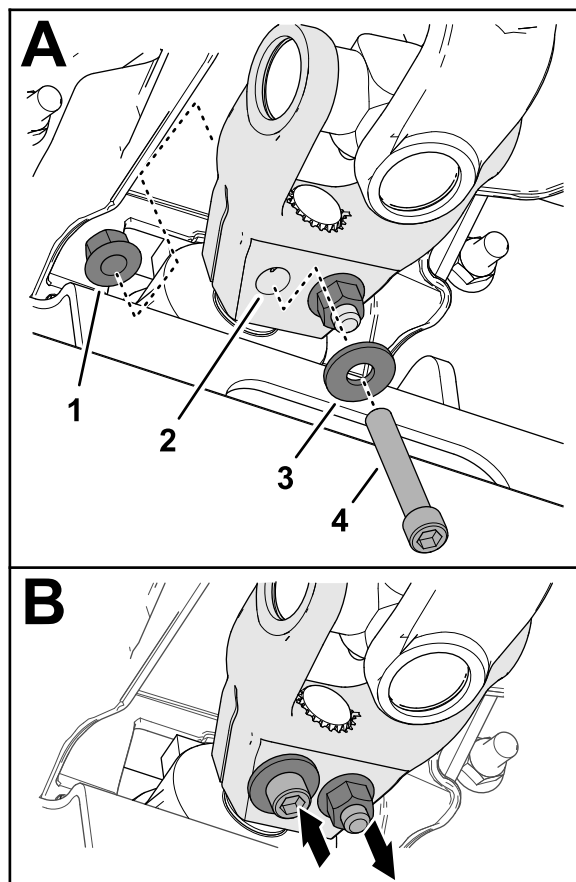

図 16
- ソケットヘッドキャップスクリュ $\frac{3}{8}$ x $2\frac{1}{4}$ " にワッシャ $\frac{3}{8}$ " を通し、駆動シャフトのヨークの穴 図 16 に通して、フランジロックナット $\frac{3}{8}$ " で固定する。
- ソケットヘッドキャップスクリュ $\frac{3}{8}$ x $2\frac{1}{4}$ " にワッシャ $\frac{3}{8}$ " を通し、駆動シャフトのヨークの穴 図 16 に逆方向から通して、フランジロックナット $\frac{3}{8}$ " で固定する。